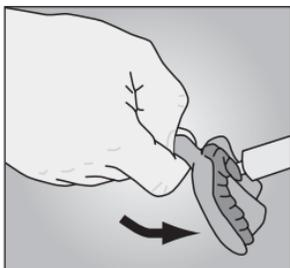

fig. 3
4. Remplir le porte-empreinte avec la quantité de matériau souhaitée et le tenir légèrement incliné et appuyé contre le mélangeur dynamique. Maintenir l'embout immergé dans le matériau pour éviter les bulles d'air (fig. 3).